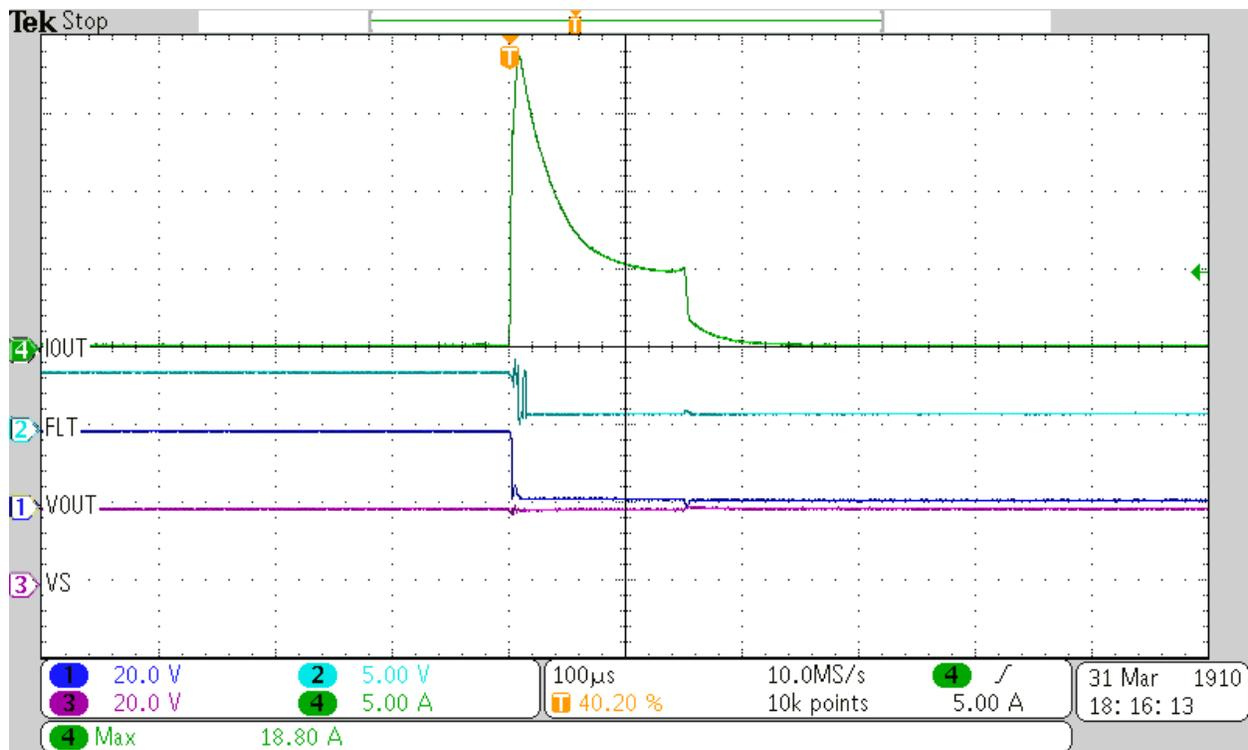
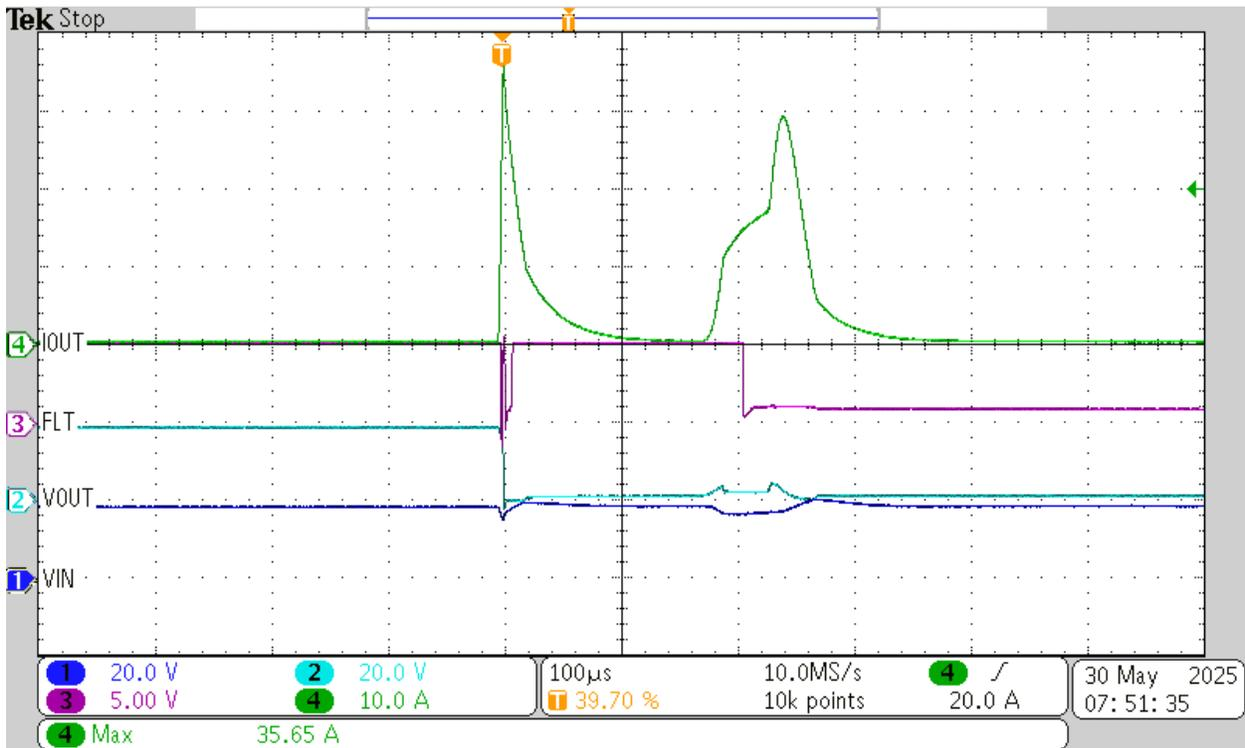

図 3-2. 18V-0.2 $\mu$ H-43 $\Omega$  での TPS1HC100
図 3-4. 18V-0.2µH-43mΩ での TPS2HC08
各デバイスが合格する都度、波形はそれぞれの短絡により変動しました。ここで重要なのは、各ハイサイドスイッチのオン状態抵抗 (RDS (ON)) です。通常動作においては標準的に RDS (ON) が低い方が良く、これによって消費電力は低くなりますが、短絡時により多くの電流を許容するため、デバイスにストレスがかかります。図 3-2 から 図 3-4 は、各デバイスが最も低い抵抗とインダクタンスで短絡した場合の 18V の波形を示します。これは、各ハイサイドスイッチの推奨動作条件に規定されている最大入力電圧です。